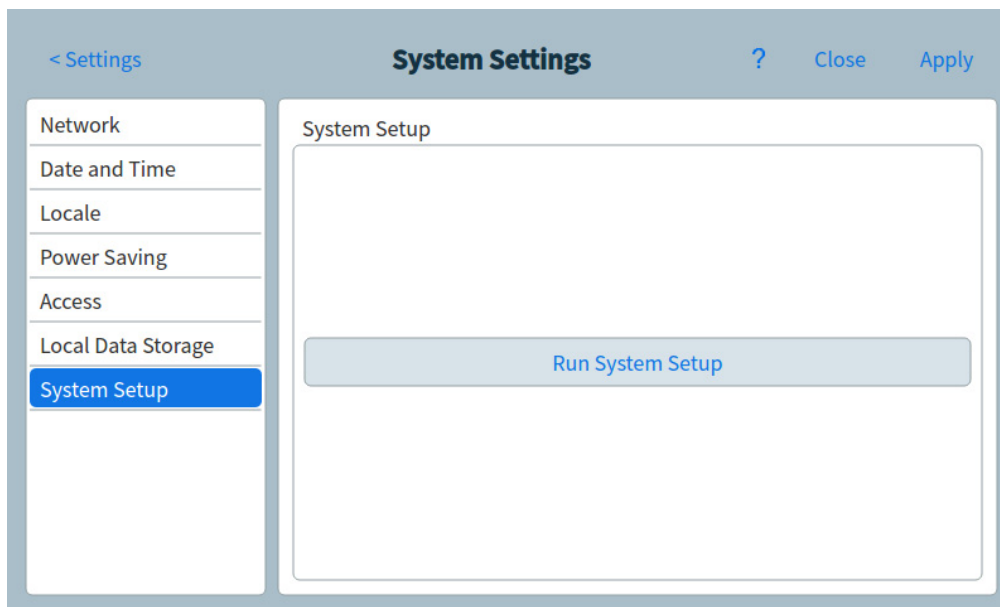

Figura 60. Página de configuración del sistema
- 1 En la página Parámetros del sistema (System Settings), seleccione la página **Configuración del sistema (System Setup)**. Se abrirá la página de configuración del sistema. Consulte **Figura 60**.